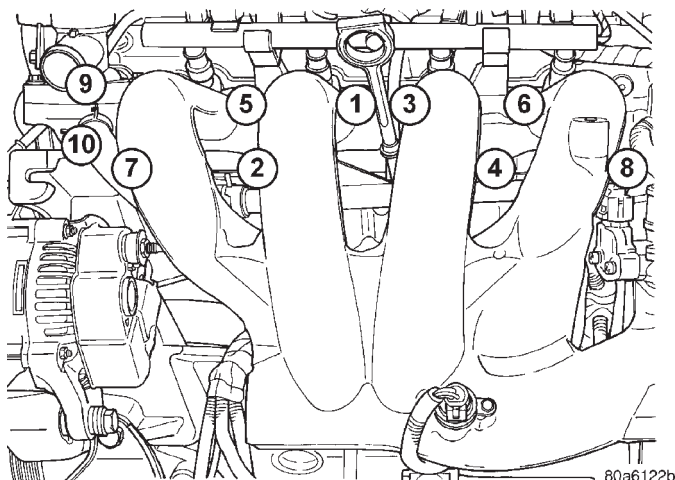

Fig. 27 Secuencia de torsión del múltiple de admisión—motor 2.4L
(12) Retire los dispositivos de fijación del múltiple de admisión (Fig. 27). Retire el múltiple de admisión.
(1) Instale un múltiple de admisión y una junta nuevos. Apriete los dispositivos de fijación con una torsión de 12 N·m (105 lbs. pulg.), siguiendo la secuencia indicada en la (Fig. 27).
(2) Retire los tapones de los orificios de los inyectores de combustible y asegúrese de que estos orificios estén limpios. Instale el conjunto de tubo distribuidor de combustible en el múltiple de admisión. Apriete los tornillos con una torsión de 23 N·m (200 lbs. pulg.).
(3) Inspeccione si los racores de conexión rápida están dañados y reemplácelos si es necesario. Para